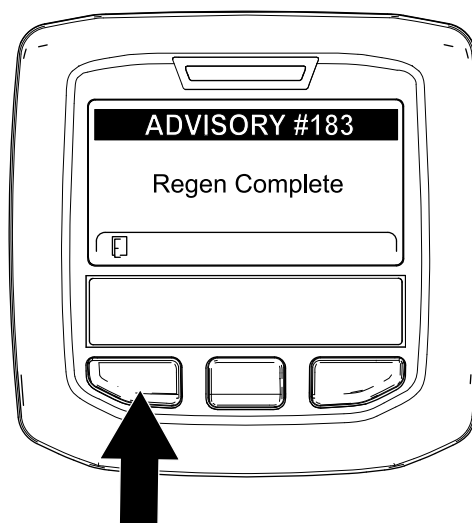

Figura 51
9. Quando il computer del motore completa una rigenerazione parcheggiata o una rigenerazione di recupero, l'InfoCenter visualizza il messaggio ADVISORY #183 (Figura 51). Premete il pulsante sinistro per uscire e tornare alla schermata Home.